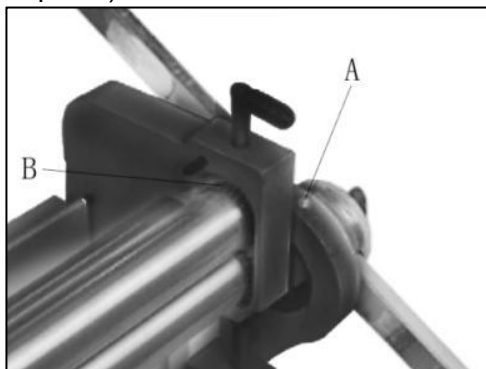

Figura 16
13. Aplique grasa para tubos de litio n.º 2 una vez al día. Mes a los engrasadores en ambos extremos del marco (A, Figura 16).
15. Aplique ligeramente grasa multiusos con un pincel. los engranajes en el extremo de los rodillos (B, Figura 16). Gire la manija de operación a Distribuya la grasa. 4. Mantenga limpias otras áreas expuestas y ligeramente recubierto con aceite, como el de las tijeras cuchillas, mesa y matrices superiores. (Retirar El pper se corta desde la barra para que sea más efectivo limpieza).